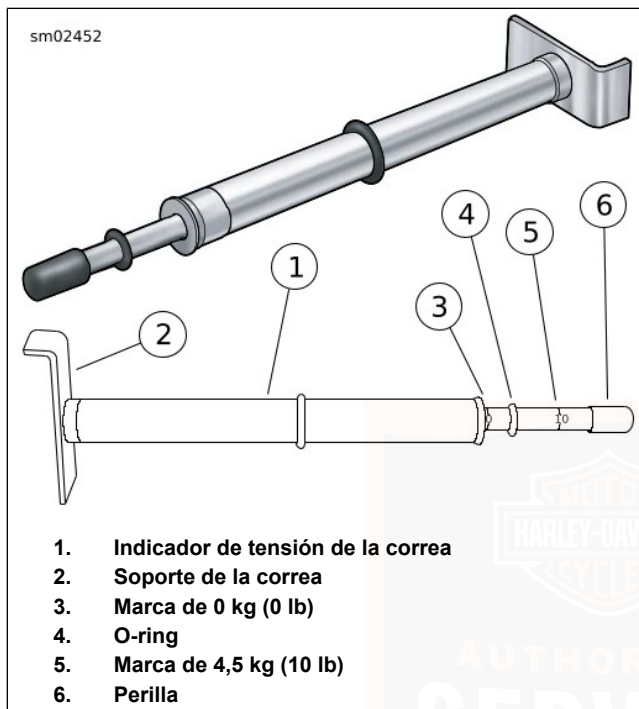

Figura 30. Indicador de tensión de la correa
3. Vea Figura 30. Mida la deflexión de la correa utilizando lo siguiente: